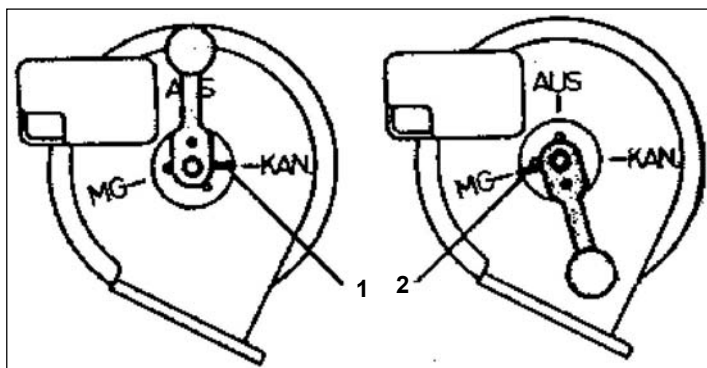

Fig 4-21. Posições: Canhão (1) e metralhadora (2)
**a.** O sistema de aspiração é composto de um seletor (Fig 4-21) localizado sobre a metralhadora coaxial (Mtr Coax) e um tubo de borracha que é preso ao cesto de estojos deflagrados do Can e a Mtr Coax. O seletor possui 3 (três) posições:
- (1) fechado - “FERME”
- (2) canhão - “CANON”
- (3) Mtr - “MAG”